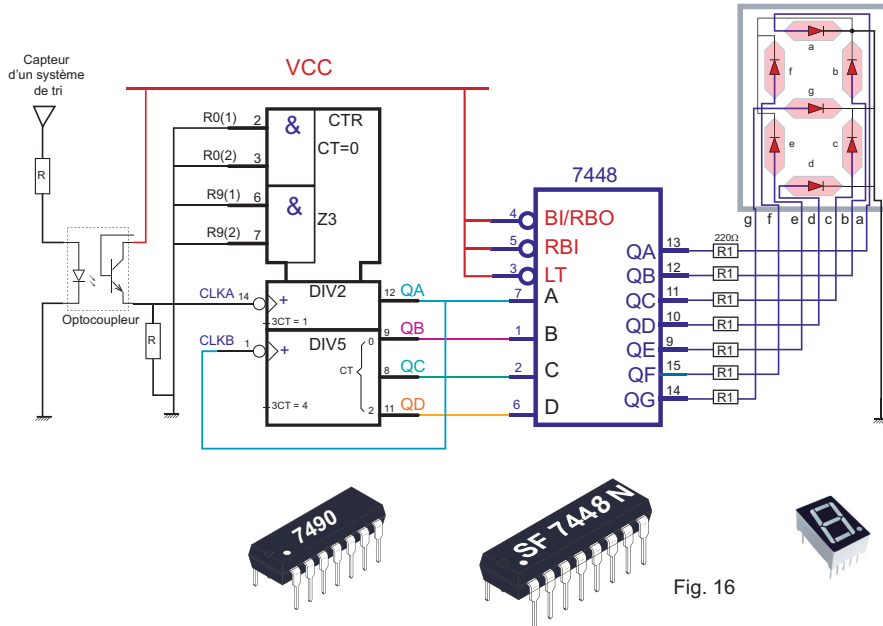

Fig. 16
- 1 Câbler le schéma du circuit (figure 16) sur une plaque d'essai ou sur un simulateur logique.
- 2 Mettre le système de tri en fonctionnement. Choisir un des capteurs du convoyeur comme source d'informations, relier le à la plaque d'essai ou au simulateur sur lequel est câblé le schéma (figure 16). Alimenter le montage. Vérifier le fonctionnement.